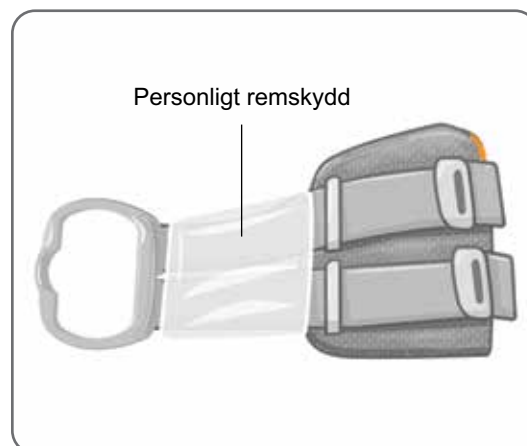

Bild 6-3: Personligt remskydd på underbensmanschetten
1. Placera det personliga remskyddet över underbensmanschettens rem. Se bild 6-3.